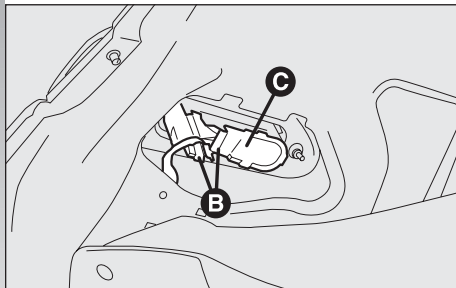

fig. 41
– Baisser le revêtement et enlever le groupe porte-lampes (**C-fig. 41**) en agissant sur les languettes de retenue (**B-fig. 41**).
– Remettre le groupe porte-lampe en le fixant correctement dans sa position à l'aide des agrafes de retenue (**B-fig. 41**).